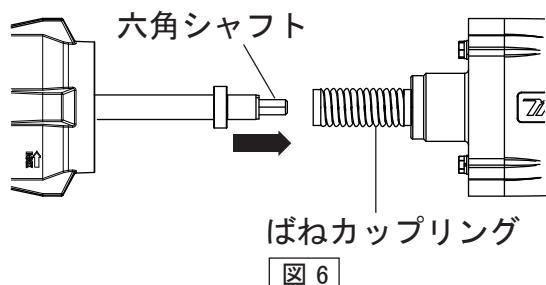

図6
- 振動筒ケースから六角シャフトを引き出し、六角シャフトをばねカップリングにさし込み、防振筒を押し込む。(図6)